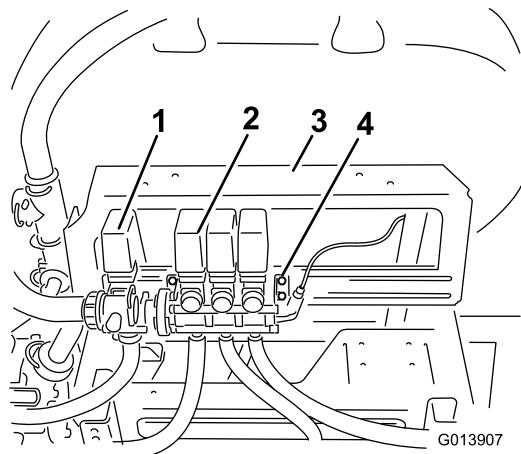

Figura 3
- Afloje, pero no retire, los pernos que sujetan el conjunto de válvulas de los brazos al soporte de montaje (Figura 3).